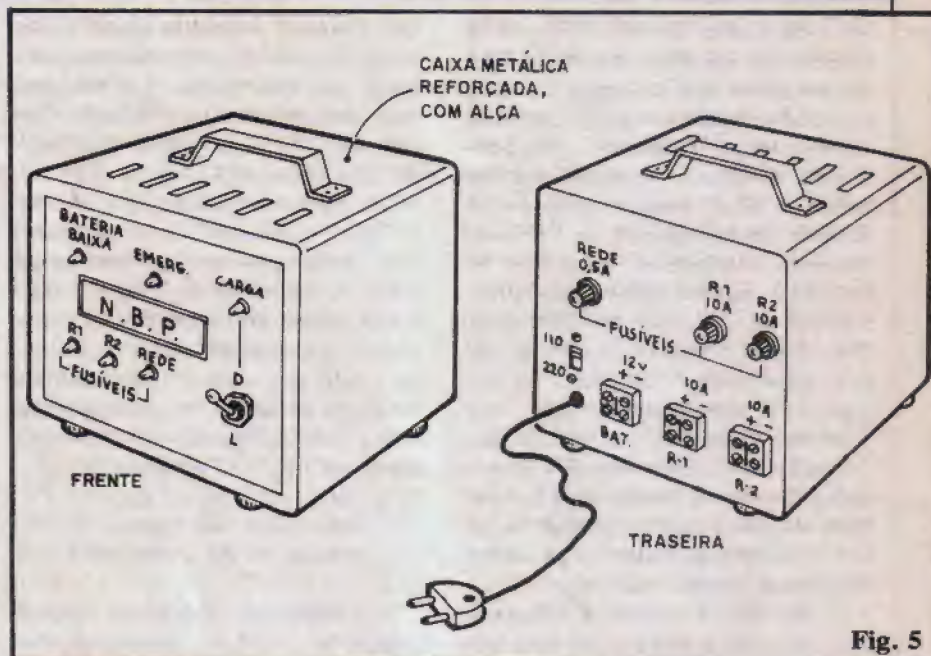

Fig. 5
Um dispositivo como o NBP (IE), pelas próprias condições de utilização, requer uma proteção (caixa) razoavelmente forte. Assim, sugerimos ao Leitor/Hobbysta que procure utilizar um container metálico, guiando-se pelas indicações dadas na fig. 5, na qual temos detalhes tanto da parte frontal da caixa, quanto da sua traseira... É certo que a colocação exata de cada controle, indicador ou acesso, **pode** variar com relação às sugestões da figura, porém o arranjo mostrado nos parece o mais lógico, elegante e prático... Notem ainda que (conforme mencionado no item OPCIONAIS/DIVERSOS da LISTA DE PEÇAS...) é possível também dimensionar um **container** que possa abrigar, além do circuito em si, a bateria acessória, num compartimento traseiro ou lateral de fácil acesso... Entretanto, na configuração mais simples e direta, tal bateria ficará mesmo **fora** da caixa, ligada ao NBP(IE) via par de cabos polarizados e "taludos", aos terminais "+B e -B/12V".